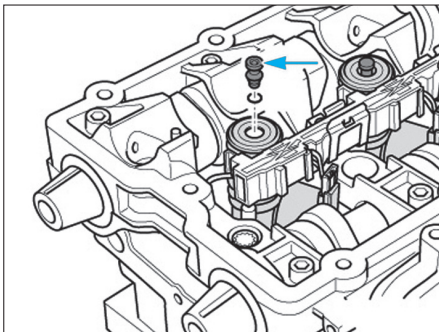

Fig. 81
• S'assurer de la présence de la tête sphérique (flèche) et de son joint (Fig.81).